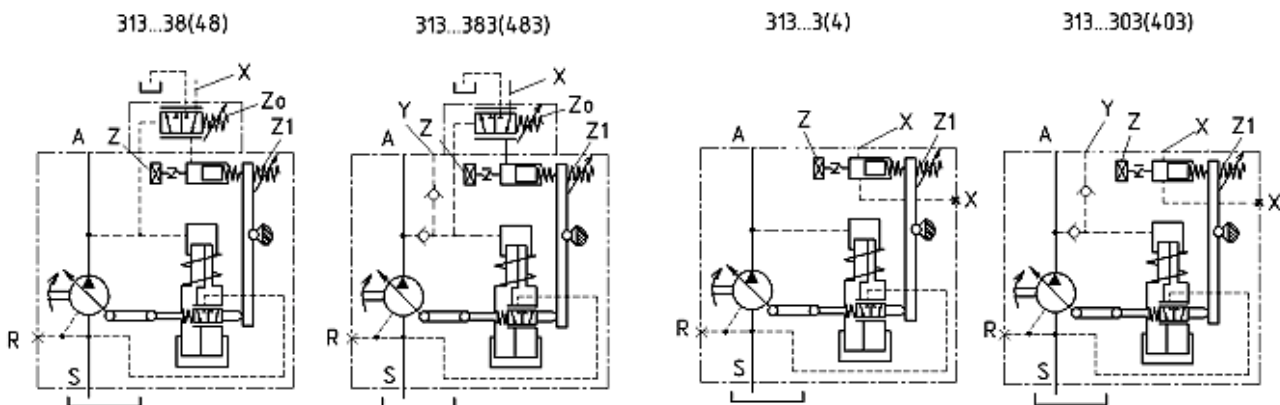

Рисунок 7 - Гидравлические схемы насосов с пропорциональной позитивной гидравлической настройкой и клапаном отсечки в серволинии.
- Клапан отсечки (винт Z_0) (рисунок 7), имеющийся на данном насосе, осуществляет контроль рабочего давления P на выходе из насоса и обеспечивает автоматический сброс давления управления P_y , при давлении P превышающем давление настройки клапана отсечки $P_{отс}$, что приводит к плавному выводу насоса к исходному состоянию.